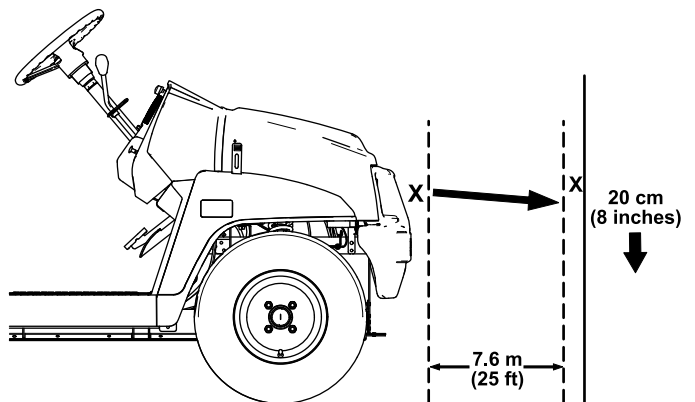

Figura 46
1. Parcheggiate la macchina su terreno pianeggiante con i fari a circa 7,6 m di distanza da una parete (Figura 46).
La parte più luminosa del fascio dei fari deve trovarsi 20 cm sotto il segno tracciato sulla parete (Figura 46).